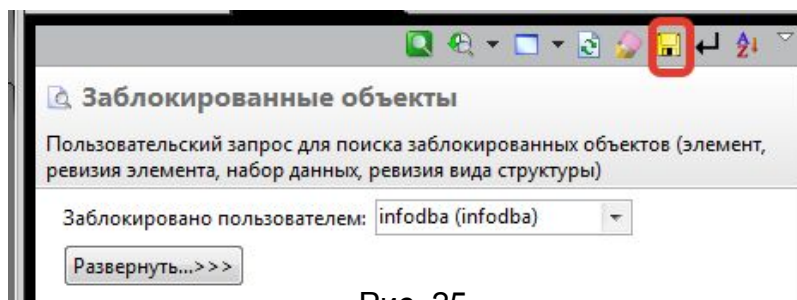

Рис. 25
5. Сформированный запрос можно сохранить в папку «My Saved Searches», для это необходимо нажать кнопку **Сохранить результаты поиска** (Рис. 25)